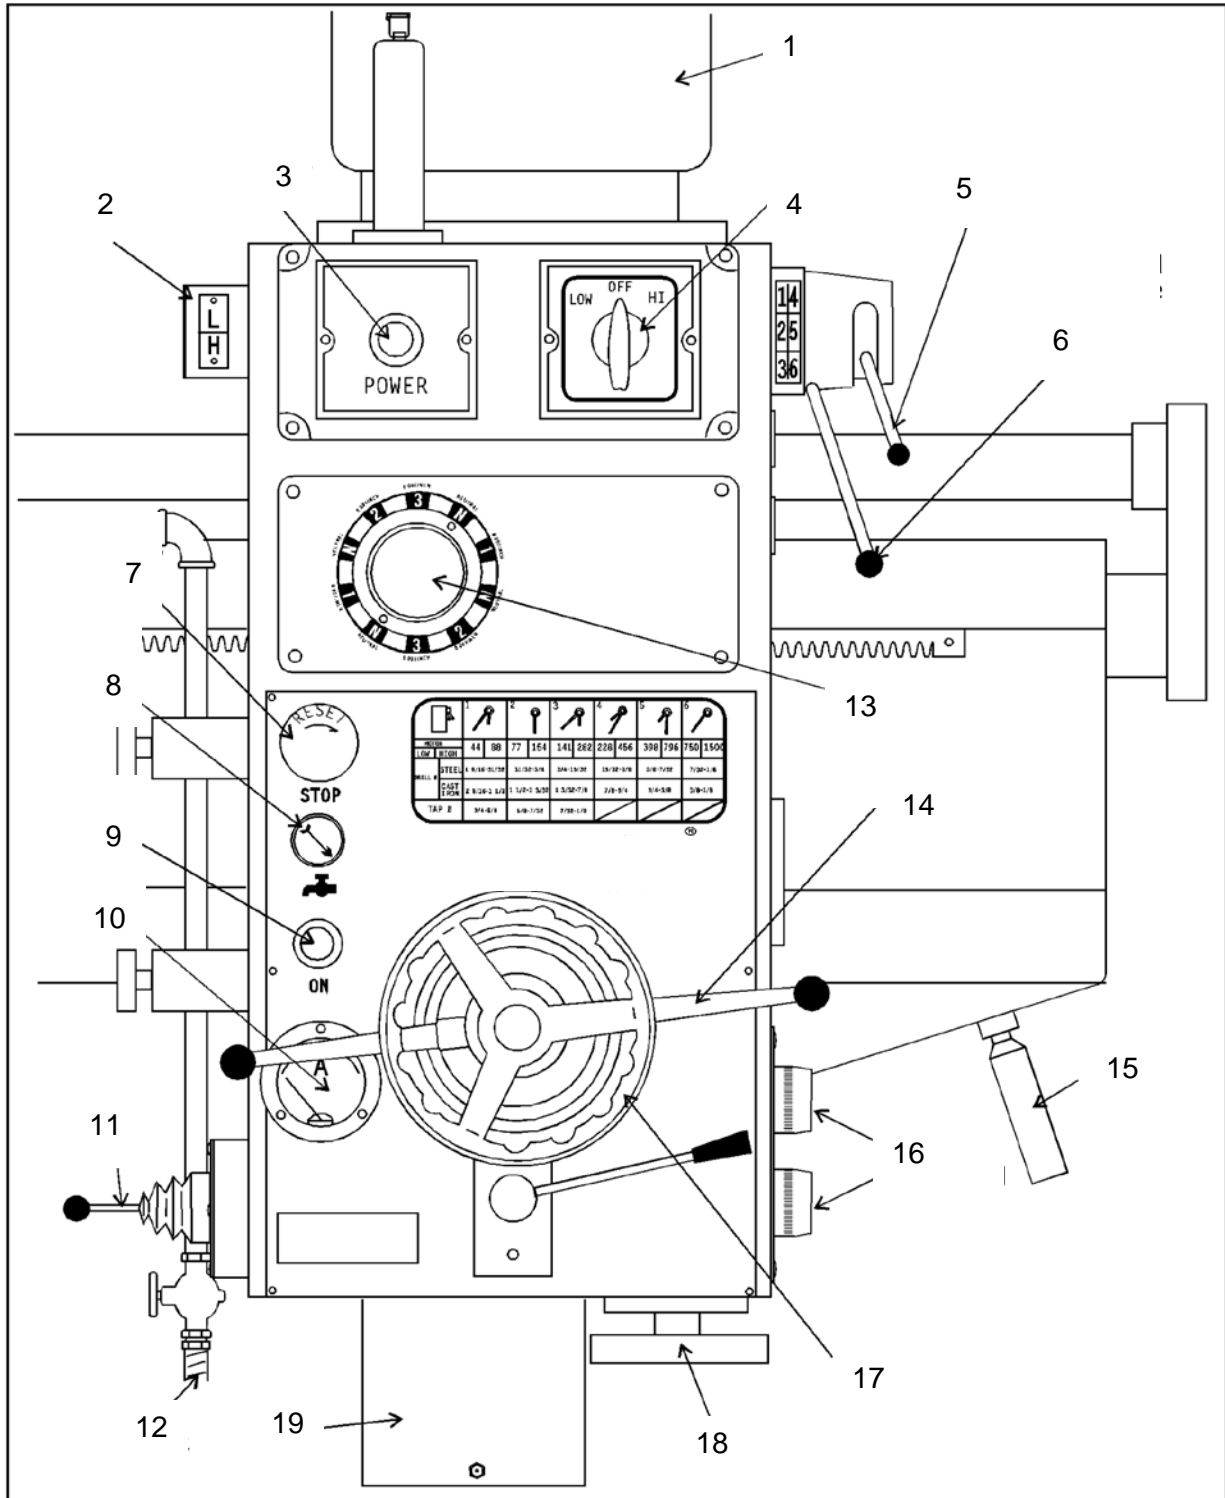

Рис.8
Кнопки блокировки и разблокировки (16, Рис.8) находятся справа на сверлильной голове. При нажатии кнопки UNLOCK (РАЗБЛ.) все блокировки станка разблокируются. При нажатии кнопки LOCK (БЛОК.) все блокировки станка блокируются.
Обязательно убедитесь перед началом работы в том, что все системы станка заблокированы. Проверьте это приложив усилие к рукоятке ручного поворота консоли (15, Рис.8). Работа на станке с незаблокированными механизмами, может привести к травмам и его поломке.
1. Питание станка должно быть включено, нажмите ON (ВКЛ.) – затем разблокируйте станок нажав кнопку UNLOCK (РАЗБЛ.) 16, Рис.8.
2. Используя рукоятку управления (11, Рис.8) переместите консоль вверх или вниз в необходимое положение (См. главу «Рукоятка управления»).
3. Когда голова установлена в нужном положении и не требуется других регулировок, нажмите кнопку LOCK (ЗАБЛОК.) 16, Рис.8, которая блокирует замки станка.
2. Используя штурвал перемещения сверлильной головы (17, Рис.8) переместите ее в
3. Когда голова установлена в нужном положении и не требуется других регулировок, нажмите кнопку LOCK (ЗАБЛОК.) 16, Рис.8, которая заблокирует замки станка.
2. Используйте рукоятку ручного поворота консоли (15, Рис.8) для установки сверлильной головы в требуемое положение относительно колонны.
жмите кнопку LOCK (ЗАБЛОК.) 16, Рис.8, которая заблокирует замки станка.
Короткая рукоятка (5, Рис.8) отвечает за переключение двух диапазонов коробки, повышающей и понижающей передачи. На сверлильной голове слева сверху имеется индикатор выбранного диапазона (2, Рис.8), который показывает, какой диапазон выбран.
Длинная рукоятка (6, Рис.8) отвечает за три скорости в механизме коробки. Самая низкая частота вращения устанавливается поворотом рукоятки против часовой стрелки. Самая высокая скорость устанавливается поворотом рукоятки по часовой стрелке. В среднем положении рукоятки имеется фиксатор промежуточного положения.
Скорость подачи устанавливается поворотом диска выбора подачи (13, Рис.8). Диск может поворачиваться вокруг своей оси в обе стороны и позволяет выбрать 3 значения автоподдачи и нейтральное положение, при котором автоподача не действует.
Рекомендуется, чтобы при выполнении операций, не требующих применения автоматической подачи пиноли, диск выбора подачи (13, Рис.8) был установлен в нейтральное положение. В этом случае механизм не изнашивается.